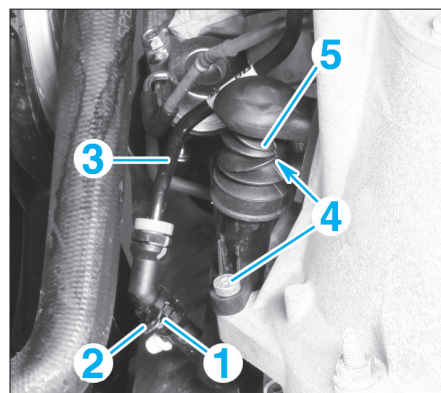

FIG. 5
- Déverrouiller les agrafes (1) et (2) sans les déposer (Fig.5).
- Désaccoupler le tuyau hydraulique (3).
- Déposer les 2 vis (4),
- Déposer le cylindre récepteur (5).